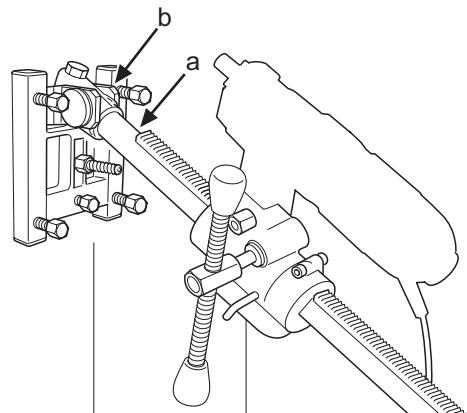

Fig.9
2. La columna de perforación se monta en el soporte angular de la placa base. Aprieta el tornillo de fijación (a) con una llave Allen de 8 mm (fig. 9). Girar la caja de alimentación 180° y montarla de nuevo en la columna de perforación. La perforadora se monta en la fijación rápida. La columna de perforación se puede girar 360° progresivamente y se fija en cada posición con el tornillo de fijación (a).
2. A coluna de perfuração é montada no suporte angular da placa base. Apertar o parafuso de fixação (a) com a chave Allen de 8 mm (Fig. 9). Rodar a caixa de alimentação 180° e montá-la novamente na coluna de perfuração. A perfuradora é montada na fixação rápida. A coluna de perfuração pode ser rodada progressivamente 360° e é fixada na posição desejada com o parafuso Allen (a).
2. The drill column is mounted on the base plate's angle bracket. Tighten the locking screw (a) using an 8 mm hex-key (Fig. 9). The feed housing is turned 180° and refitted on the drill column. The drilling machine is refitted in the quick-action attachment. The drill column can be rotated through 360° and locked in any position with the locking screw (a).
3. The drill column is set at the required angle by tightening the nut (B) using a 30 mm spanner.